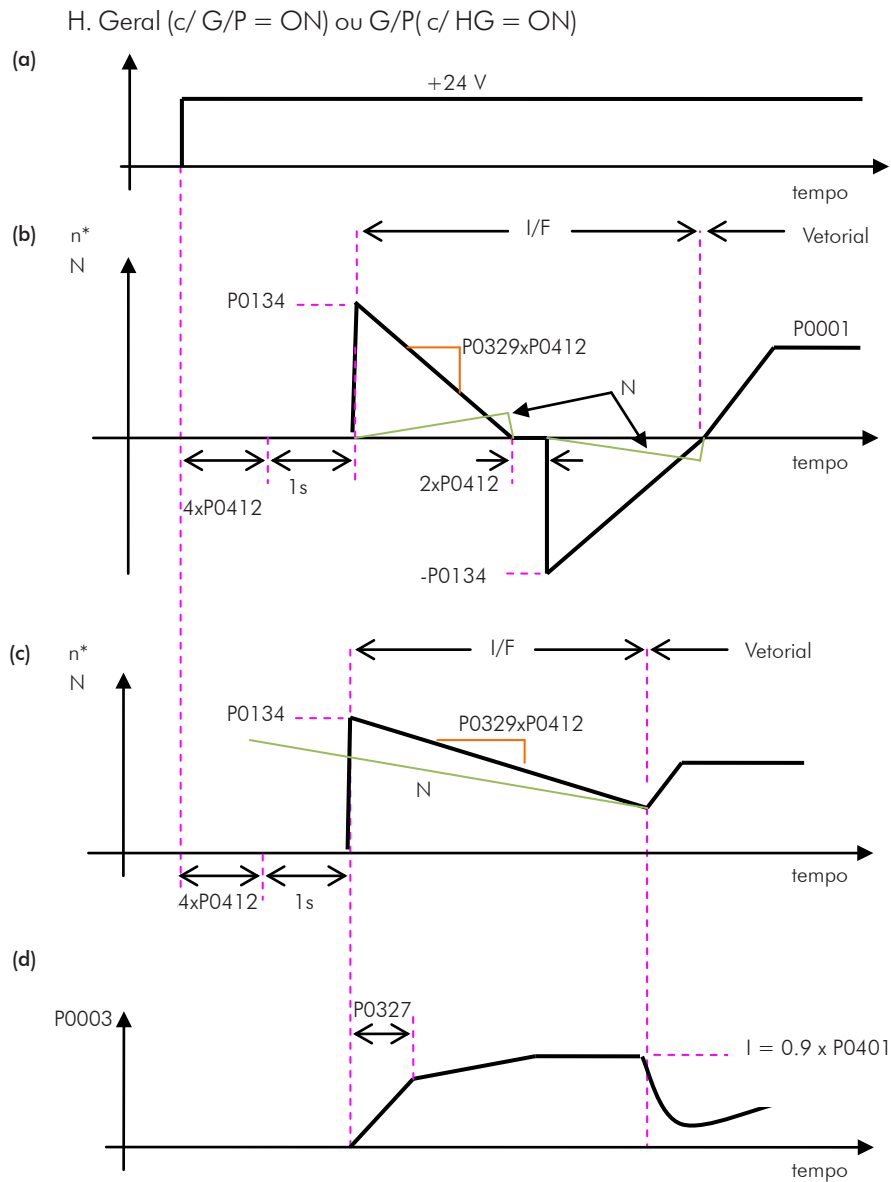

Figura 12.6 - (a) a (d) - Influência de P0327 e P0329 durante o Flying Start (P0202 = 3)
O comportamento da Função Flying Start (FS) no modo sensorless durante a aceleração e a re-aceleração pode ser compreendido a partir da Figura 12.6 na página 12-14.
Na Figura 12.6 na página 12-14, \(b\), é mostrado o comportamento da referência de velocidade quando a função FS é iniciada com eixo do motor parado e P0329 pequeno (não otimizado).
Na Figura 12.6 na página 12-14, \(c\), é apresentada a referência de velocidade quando a Função FS é iniciada com o eixo do motor girando no sentido desejado ou o eixo estava parado e P0329 já otimizado.